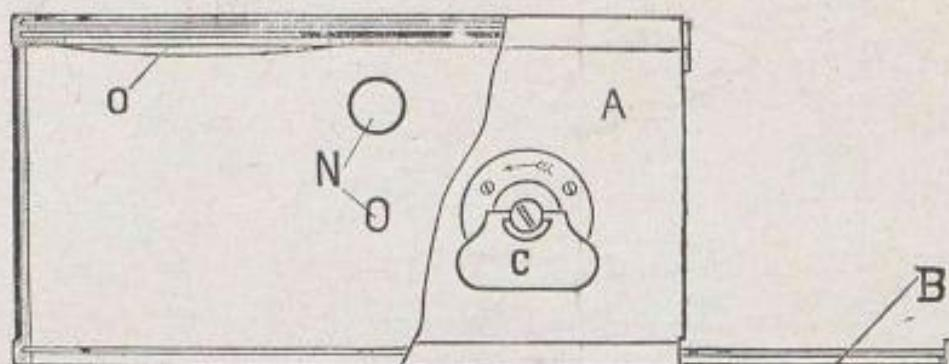
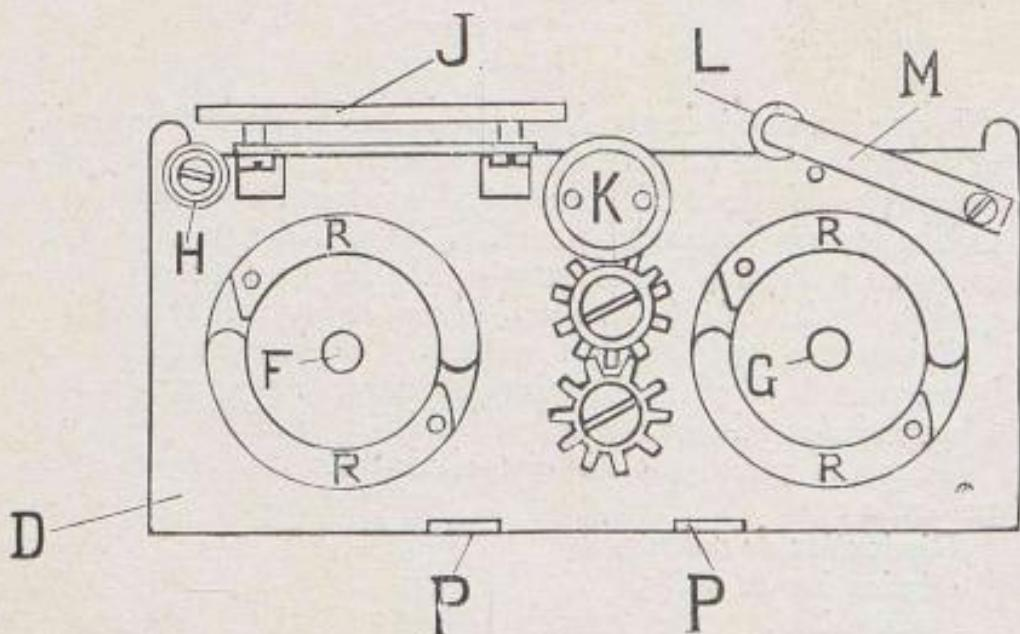
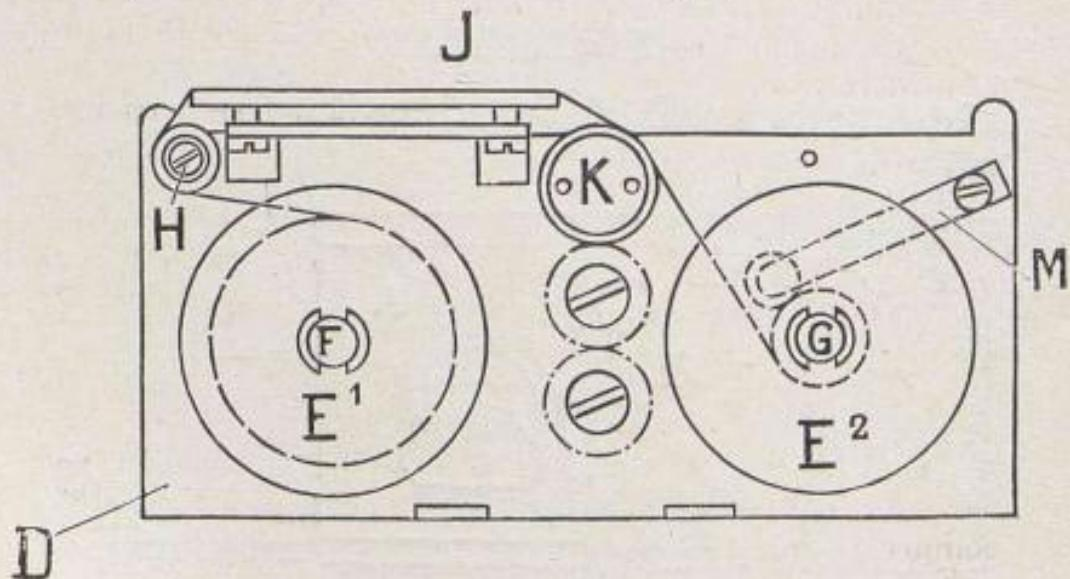

Fig. 1
FIG. 2
FIG. 3
4o D'une **bobine vide E2** (fig. 3) sur laquelle viendra s'enrouler la pellicule au fur et à mesure de l'impression. Cette bobine sera commandée de l'extérieur par une clef C (fig. 1).
5o **D'un compteur** placé sous le chargeur D (fig. 2), fonctionnant automatiquement, et dont les indications sont visibles de l'extérieur par les ouvertures N de la boîte A (fig. 1).
Mettre une bobine pleine E1 (fig. 3) sur la broche F, la fente de l'extrémité de l'axe en dessus.
Rompre l'étiquette de fermeture et dérouler environ 10 cm. de la bande de papier que l'on passe en avant du rouleau H de la platine J et sur le rouleau K (fig. 3).
Replacer, sur la bande à enrouler, le rouleau L de l'étrier M, en le soulevant légèrement pour le décrocher de la goupille où il est accroché dans la figure 2.
**Remarque** : La pellicule passe devant la platine compensatrice J dont la face postérieure (vue dans la fig. 2) est fixe et dont la face antérieure est maintenue en avant, par des ressorts, à une certaine distance.